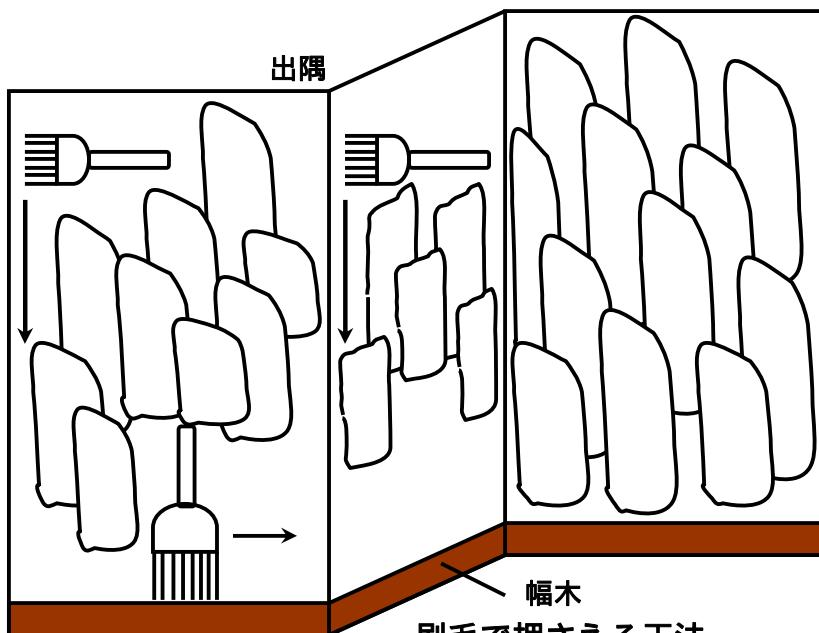

図 4
- ・入り隅や出隅、幅木のちりは、ジョリパット不燃が乾燥する前に水を浸した刷毛（平刷毛など）で押さえる。（図 4）